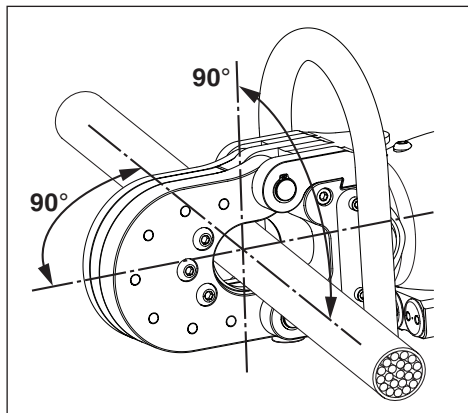

Figura 9, Colocar el material en el cabezal de corte
Coloque el material a cortar entre las cuchillas de corte, de modo que estén perpendiculares con respecto al eje del pistón, tal como se muestra en la Figura 9. Esto proporcionará la mejor calidad de corte, cargando lo menos posible el cortacables.
4. Coloque el material a cortar entre las cuchillas fijas y móviles. Asegúrese de que esté perpendicular al eje del pistón, tal como se muestra en la Figura 9. Consulte las instrucciones en la Sección 9.5 para más información.